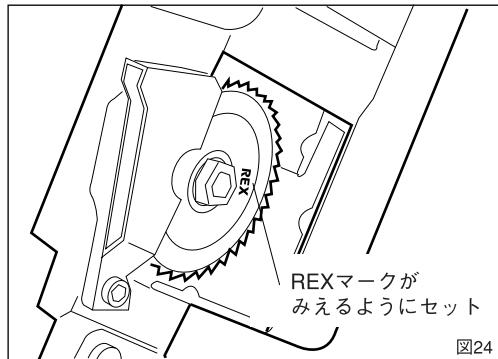

図24
- ④ 刃物の取付け方向はREXマーク及び文字が刻印されている面を表に向けて取付けてください。(図24)
- ⑤ 刃物の交換が終ったら、必ずカバーを取り付け、止めねじをしっかりと取付けてください。